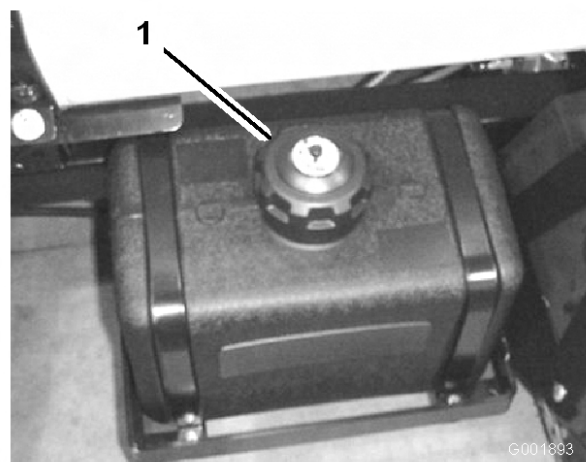

図 21
2. 燃料タンクのキャップ(図 21)の周囲をきれいに拭く。